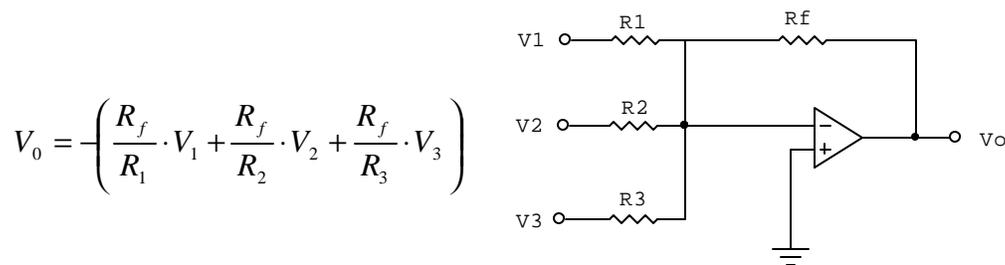

Figura 28. Modo sumador
- Modo sumador: Es un modo muy utilizado. Es un circuito que permite sumar algebraicamente voltajes, multiplicado cada uno por un factor de ganancia constante. Según el ejemplo de la figura 28, se tiene un sumador de tres entradas, así: